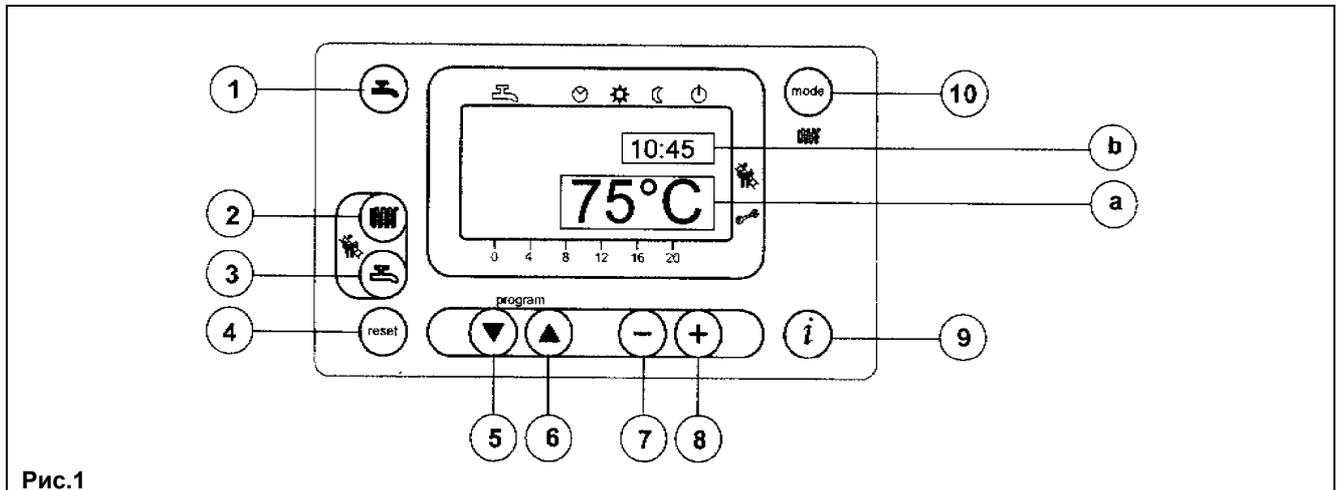

Рис.1
- Для установки значения температуры воды системы отопления нажмите кнопку  (поз. 2 Рис. 1);
- нажмите одну из кнопок   (поз. 1 или 10 Рис. 1) для запоминания значения и возврата в основное меню.
- Для установки максимального значения температуры воды системы ГВС нажмите кнопку  (поз. 3 Рис. 1);
На основном дисплее (Рис. 1а) одновременно с кодом неисправности высвечивается символ  (Рис. 4).
На дополнительном дисплее (Рис. 1б) индикация неисправности происходит при помощи попеременно сменяющихся друг друга кода неисправности и значения времени. В данном случае перезапуск котла возможен только после устранения причины неисправности.